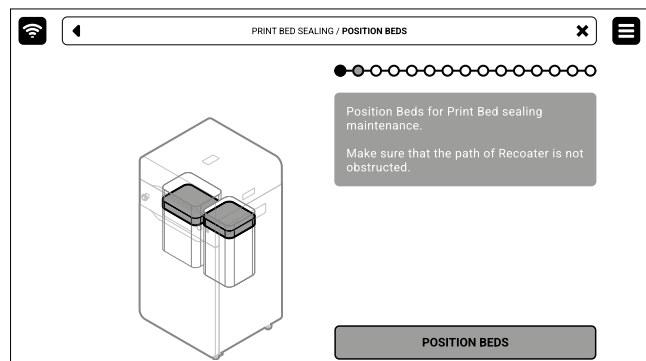

Abb. 12.19. Bildschirm **POSITIONING BED**.
7. Drücke **POSITION BEDS**, um den Positionierungsvorgang zu starten (Abb. 12.19).